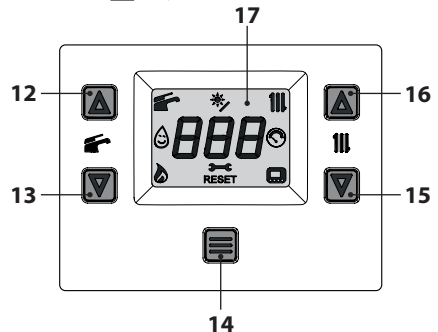

Figura 2.3
- Mantenga pulsado durante 1 segundo el botón 14 hasta que aparezcan en el display los símbolos  y  Figura 2.3.